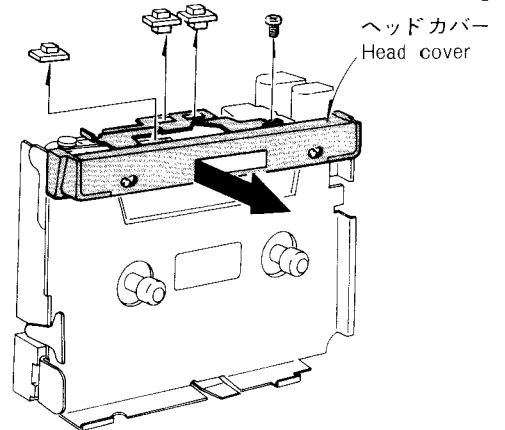

Fig. 4
- 2) ヘッドカバーを矢印方向にずらしてはずす。(Fig. 4 参照)
- 2) Remove the head cover sliding in the direction of the arrow. (See figure 4)